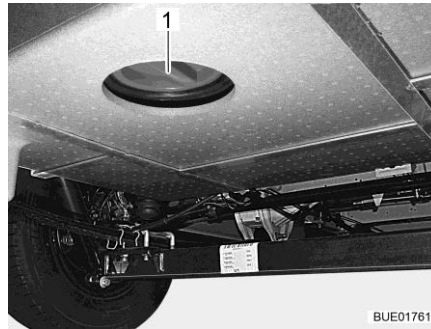

Fig. 213 Ouverture de nettoyage (réservoir d'eaux usées)
- Ouvrir l'ouverture de nettoyage (Fig. 213,1) du réservoir d'eaux usées et le robinet de vidange.